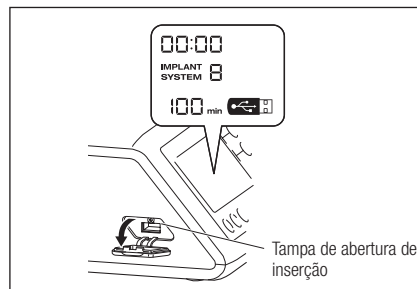

Fig.13
- 2) Insira completamente a memória USB. O sinal USB aparecerá no ecrã LCD quando a memória for reconhecida pelo dispositivo. (Fig. 13)